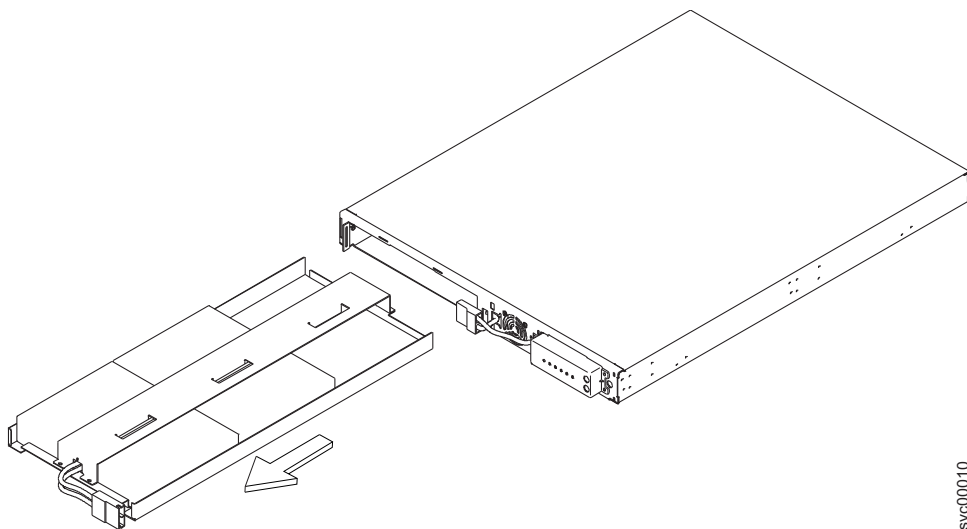

Figura 242. Removendo a Bateria do 2145 UPS-1U
5. Deslize a bateria fora do 2145 UPS-1U, conforme mostrado na Figura 242 na página 288, e remova-a, apoiando em uma superfície plana.